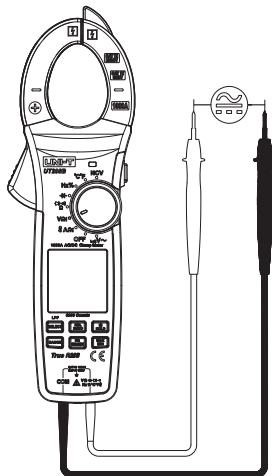

Рис. 7
4. Измерение параметров напряжения AC (Рис. 7)
5. Измерение напряжения DC (Рис. 7)